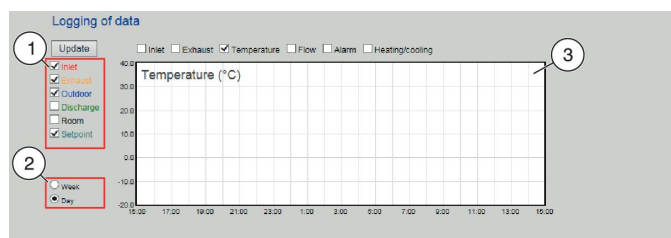

Рис. 41: Выбор измеренных значений
3. Нажмите 'Неделя' или 'День', в зависимости от периода, который вас интересует (Рис. 41/2).
4. Выберите тот параметр, по которому необходимо просмотреть измеренные значения (Рис. 41/1).
5. Нажмите на график (Рис. 41/3) для увеличения картинки.